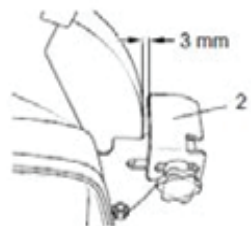

Рис. 3. Регулировка упора
- Проверить зазор между упором и поверхностью абразивного круга, он не должен превышать 3 мм, см. Рис. 3.